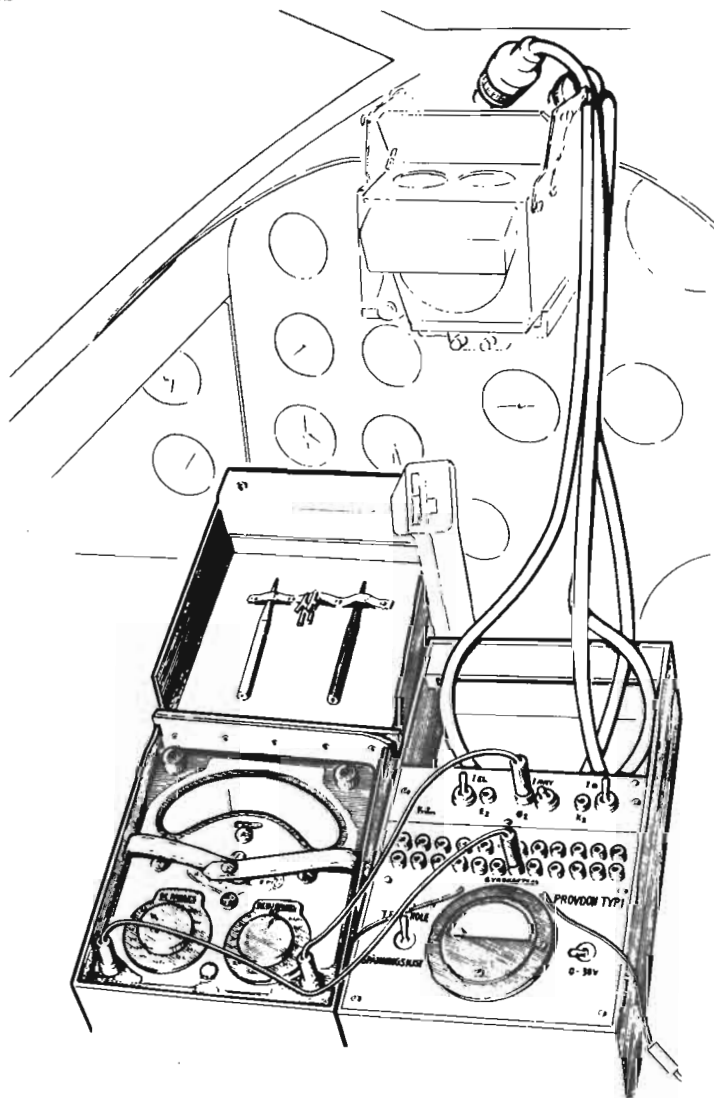

Bild 2.
30. Koppla in URI-metern mellan provdonets uttag G (gyro-kretsar) och G2 (-). Se bild 2.